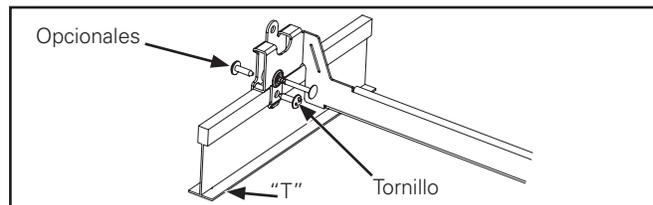

Figura 7.
1. Extienda las barras para colgar entre las barras T y deslice las ranuras en las pestañas de montaje localizadas sobre las barras T. (Figura 7.)